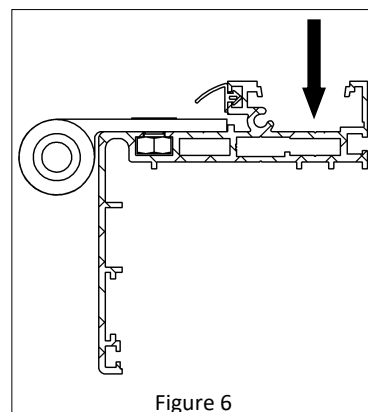

Figure 6
3. Une fois le dormant en position repérer vos points de fixation dans le compartiment de la parclose, percer ensuite le dormant et le tableau (Fig. 6).